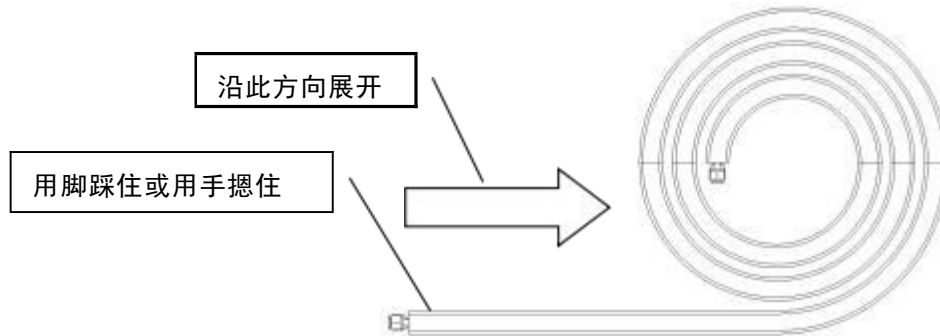

图 2.6.3 铜管展开示意图
5.应小心装卸连接管道，使管道不致扭曲或损坏。展开时外侧的一头先拉直，然后用脚踩住或用手摠住，其余部分，如图 2.6.3 方向展开。